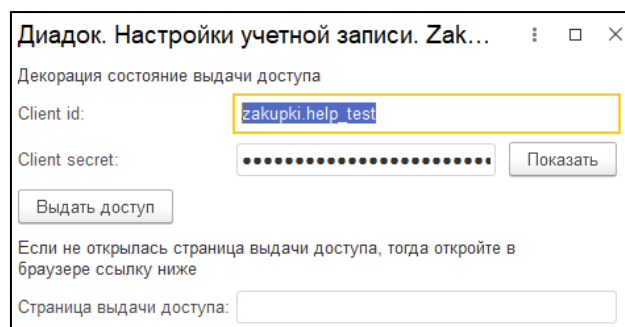

Рис. 69. Окно выдачи доступа
- б. Нажмите на кнопку «Выдать доступ» (рис. 69).
Если окно с входом в Диадок не открылось, откройте браузер Google Chrome или Mozilla Firefox и вставьте скопированный адрес из поля «Страница выдачи доступа» (рис. 69).